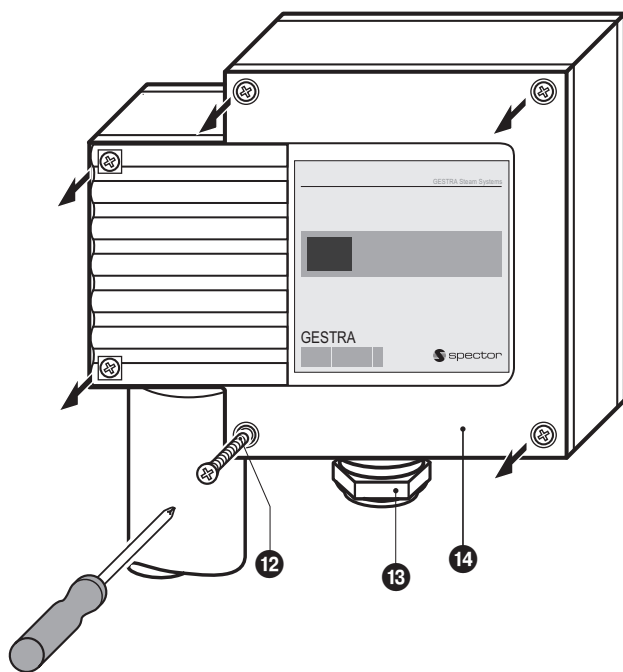

Fig. 14
1. Schrauben **12** lösen und Gehäusedeckel **14** abnehmen. **Fig. 14.** Auf diesen Deckel zeigt der Pfeil auf dem Typenschild.
1. Schrauben 12 lösen und Gehäusedeckel 14 abnehmen. **Fig. 14, 15**